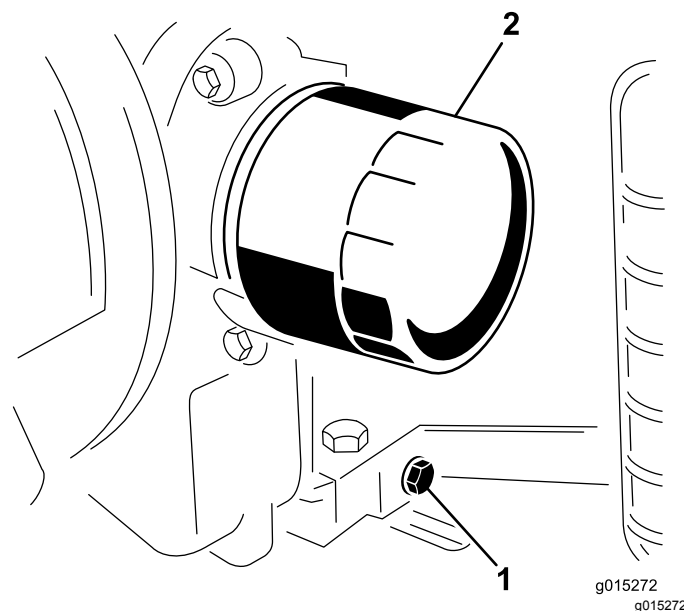

Рисунок 15
- Поместите поддон под маслосливное отверстие. Снимите сливную пробку и дайте маслу стечь (Рисунок 15).